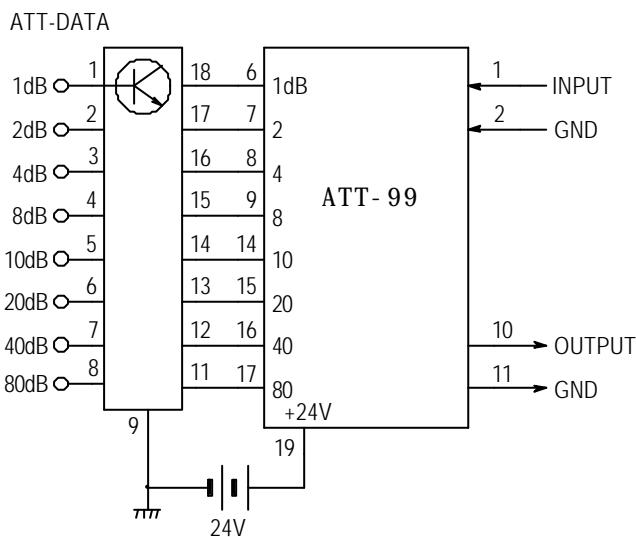
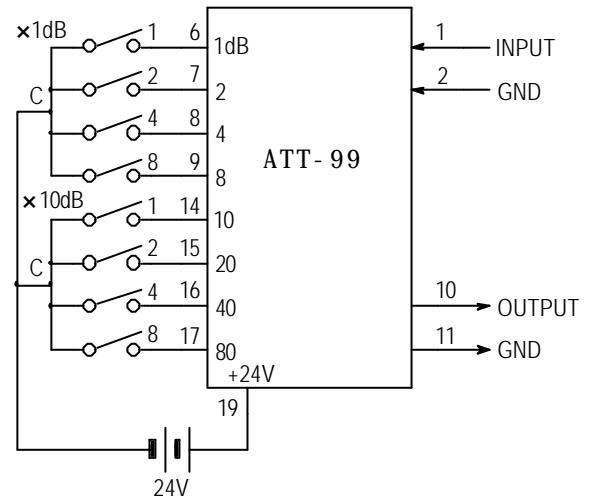

図1
図2
- ATT-99 の内部にはリレー駆動回路を内蔵しておりませんから、図1のようにトランジスタ・アレーまたは個別トランジスタを用いてリレーを駆動します。またデジタル・スイッチを用いる場合は、図2の様に直接接続できます。